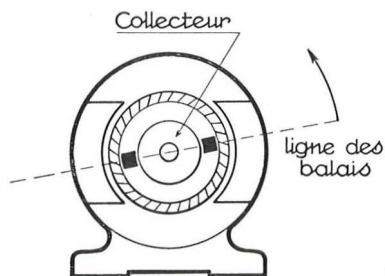

Fig. 13
b) Si les balais sont montés sur un plateau, on peut faire tourner celui-ci autour de l'axe de l'induit, on modifie ainsi le calage des balais et par tâtonnement, on cherche la position qui donne le moins d'étincelles (fig. 13).